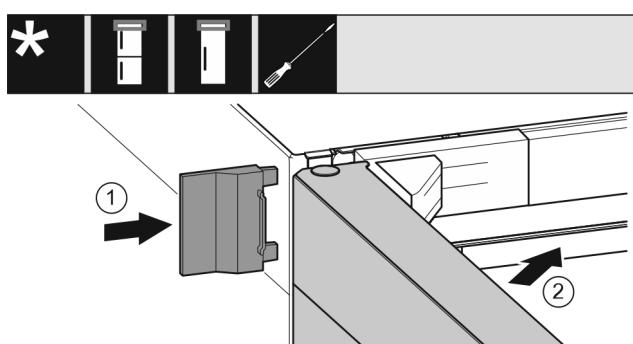

Fig. 21
- Potisnite zunanjki pokrov gor. Fig. 21 (1)
- Zaprite zgornja vrata. Fig. 21 (2)